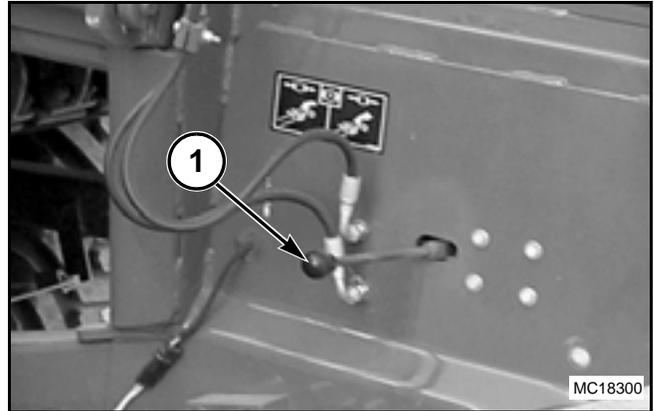

FIG. 33
FIG. 33: Hay un palanca de control del expulsor (1) situada cerca de la escalera. La palanca de control del expulsor opera el expulsor y controla la dirección del expulsor.